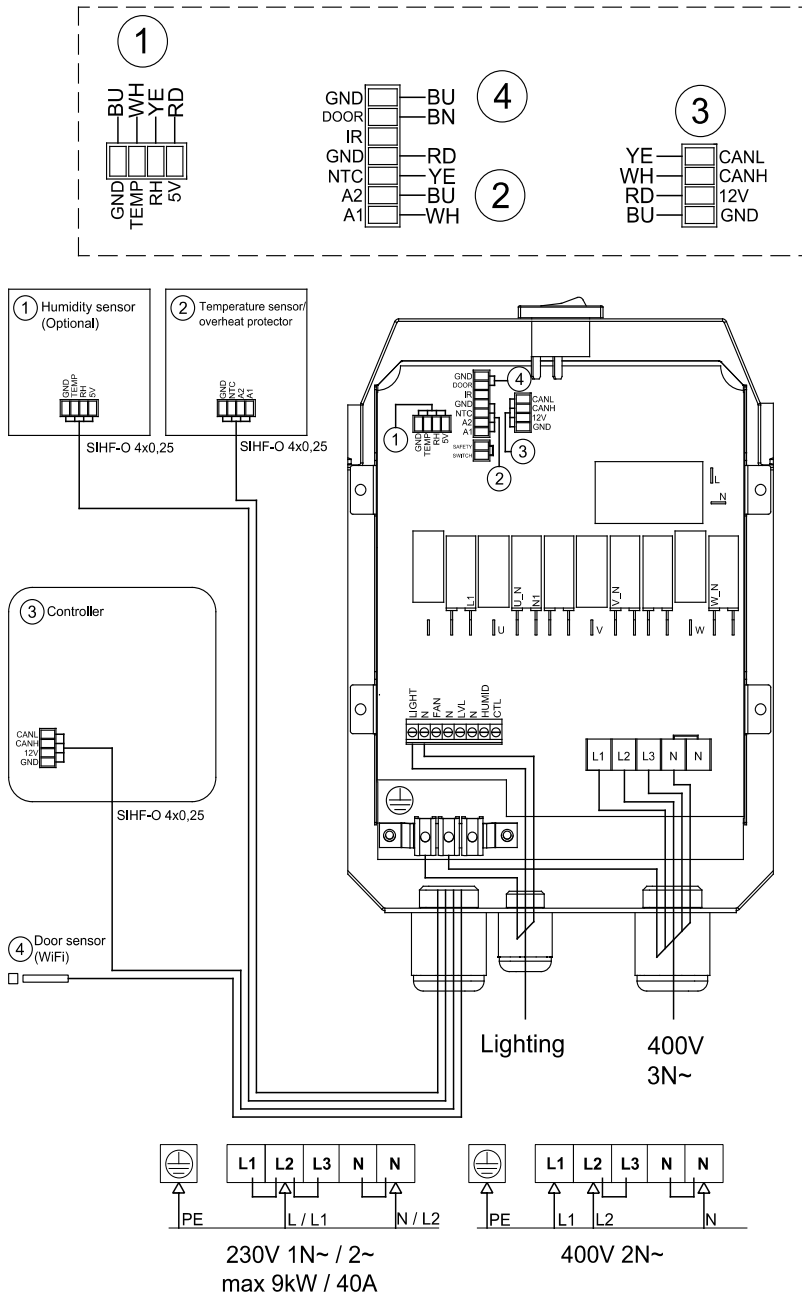

Bild 5.3-1: Kopplungsschema
6. När komponenterna av styrsystemet är installerade och kopplade kan en strömkabel anslutas till bastuaggregatet enligt kopplings-schemat (bild 5.3-1). En gummikabel typ H07RN F eller liknande används som strömkabel. Kabelns tvärsnitt och säkringsstorleken har visats i tabell 6.1-2. Kretskortets kontakt CTL kan användas för att styra fastighetens elvärme. När bastuaggregatet kopplas på från styrpanelen får